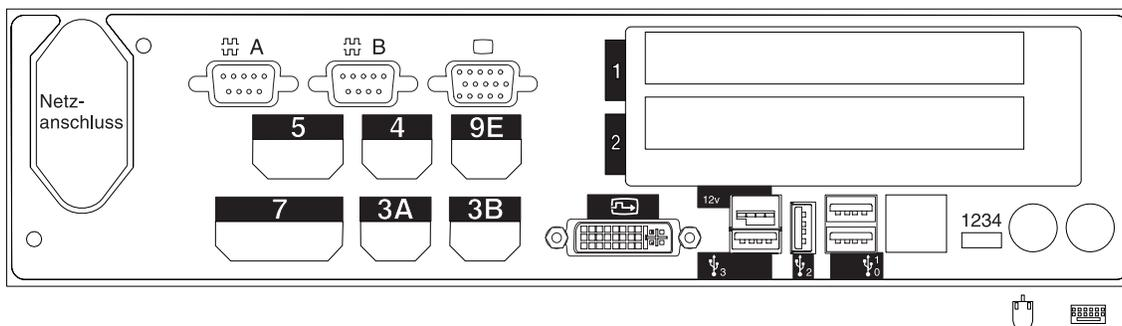
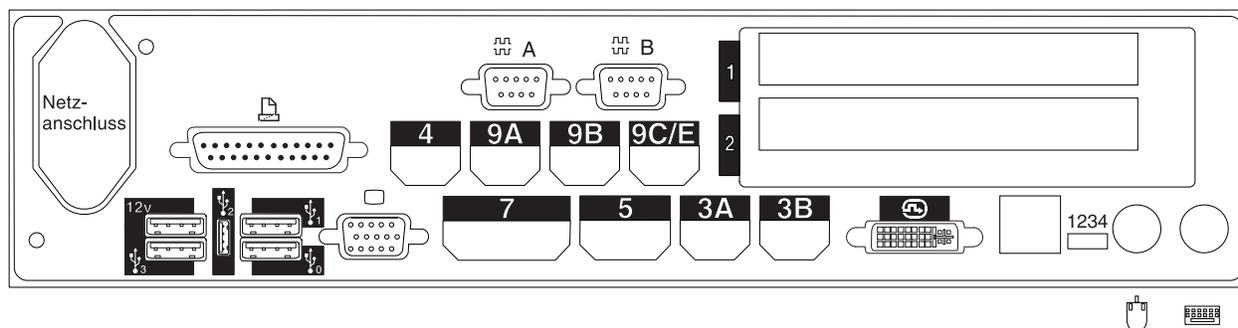

Abbildung 102. Rückseite der Datenkasse IBM 4694-206
Abbildung 103. Rückseite der Datenkasse IBM 4694-246
10. In Abb. 102 und Abb. 103 auf Seite 325 die Buchsen, an die die Kasseneinheiten angeschlossen werden sollen, durch ein X kennzeichnen.